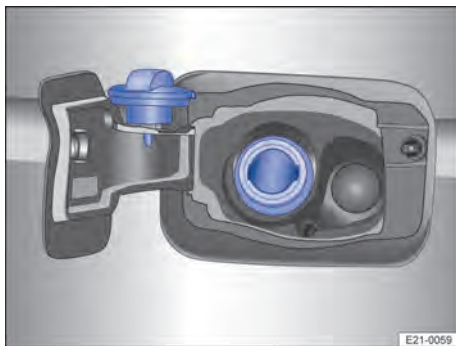

Abb. 171 An der linken Fahrzeugseite: Tankklappe mit geöffnetem Tankverschluss.
4. Tankverschluss herausdrehen und in die vorgesehene Öffnung an der Tankklappe stecken → Abb. 171.